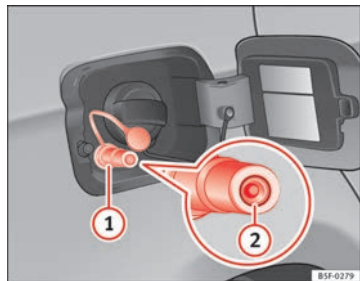

Fig. 152 Tapa del depósito abierta: boca de carga de gas ①, retén de la boca de carga ②.
- Destape la boca de carga de gas ⇒ fig. 152 ①.